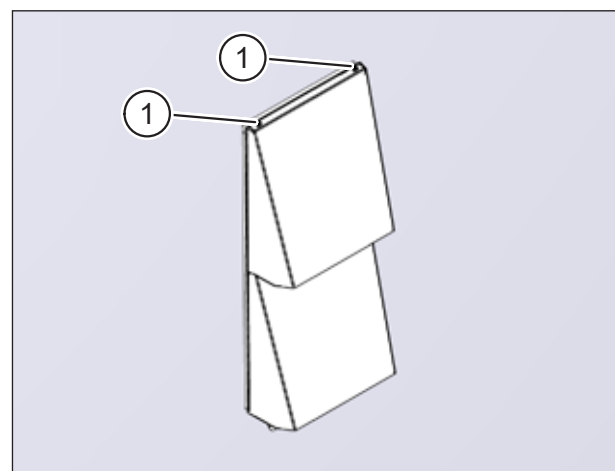

Abb. 19: Fassadenabschluss installiert
- ▶ Befestigen Sie die Abdeckung mit den beiden Kreuzschlitzschrauben (Pos. 1 in Abb. 19).